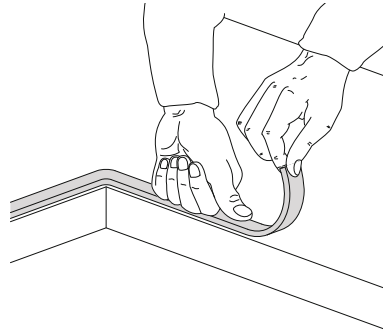

Fig. 4: Posicionamento da guarnição isolante
- Posicionar cuidadosamente a guarnição isolante fornecida de série no perímetro externo do furo efetuado no plano do top e aderí-la em toda a sua superfície, pressionando-a levemente com as mãos (Fig. 4).